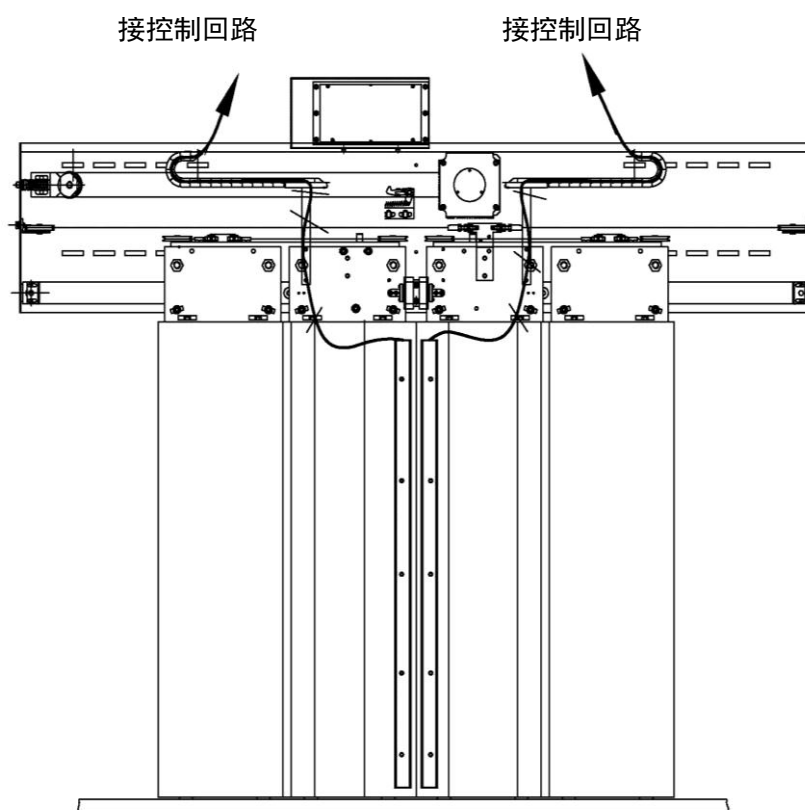

图 2-13 光幕走线
1. 光幕装在快轿门上，光幕电缆线在轿门上用倒拉式扎带扎紧，并沿着坦克链支架，穿过坦克链，接到轿顶接线盒安全回路上。见图 2-13 光幕走线